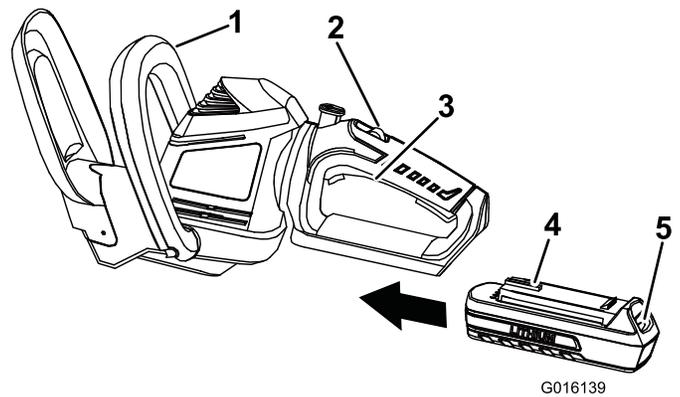

Figura 3
3. Sujete la empuñadura con gatillo (Figura 3).
5. Coloque una mano en la empuñadura con gatillo. Coloque la otra mano en la empuñadura auxiliar (Figura 3).
6. Deslice el interruptor de bloqueo hacia atrás, hacia usted, luego apriete el gatillo para encender el cortasetos (Figura 3). El cortasetos permanecerá encendido mientras se apriete el gatillo. Puede soltar el interruptor de bloqueo una vez que el cortasetos esté funcionando (Figura 3).
1. Suelte el gatillo (Figura 3).